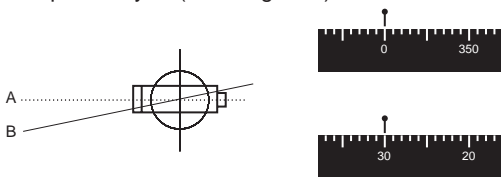

Figura 4
- ① Colocar y nivelar el instrumento exactamente sobre el punto que marque la plomada óptica.
- ② Aliniemos respecto al punto A y colocamos el cero en el círculo de lectura.
- ③ Giramos el anteojo, hacemos puntería en B y leemos sobre el círculo de lectura. La lectura realizada será el ángulo horizontal entre el punto A y B. (mirar figura 4)